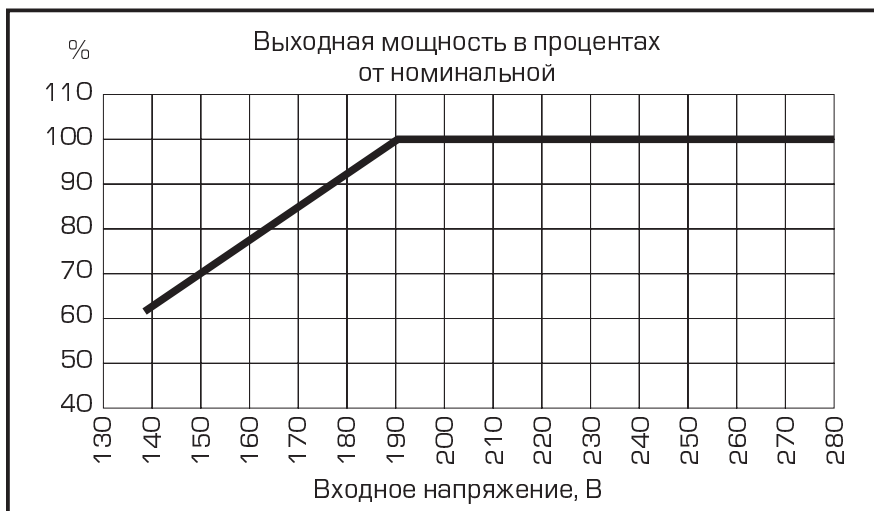

рис.1
*Расчет мощности произведен для работы стабилизатора при входном напряжении от 190 В. Если напряжение ниже 190 В, необходимо учитывать поправку согласно рис. 1.